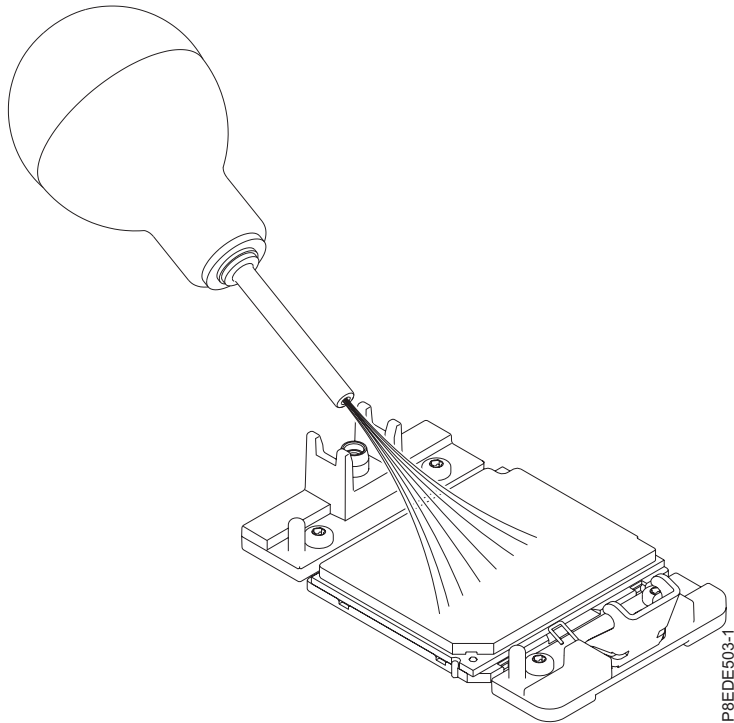

Figura 5. Extracción de los restos de polvo o suciedad del área del módulo del procesador del sistema
- a. Si hay restos de polvo o suciedad, utilice la bomba de aire suministrada (número de pieza 45D2645) para limpiar el área del módulo del procesador del sistema. Si su bomba de aire no se ha ensamblado según lo que se muestra en la Figura 5 en la página 7, fije la punta a la bola. Sople pequeñas ráfagas de aire desde el centro a los lados del módulo del procesador del sistema, como se muestra en la Figura 5 en la página 7.